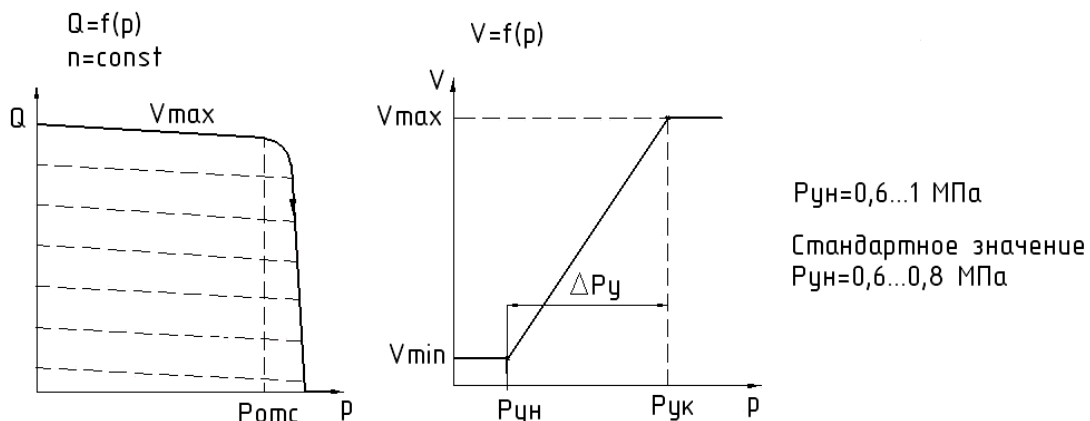

Рисунок 6 - Графики зависимости изменения подачи Q и рабочего объема V от изменения давления p .
- обеспечения автоматического вывода насоса на минимальный объем V_{min} , при заданном давлении отсечки $P_{отс}$ в гидросистеме (рисунок 6).